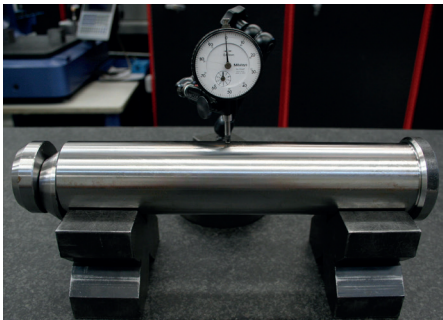

Fig.10
5.2 Effectuer au moins tous les 12 mois un contrôle de cylindricité pour vérifier eventuelles déformations permanentes (voir **Fig.10**): il est suffisant de vérifier que la broche tourner librement sur son axe à l'intérieur du support.
5.4 En cas des imprévus effondrements des cordes / chaînes de levage avec un conséquent surcharge sur les broches de manutention, soumettre ceux-ci au contrôle de cylindricité (voir **Fig.10**) pour vérifier eventuelles déformations; en cas des erreurs supérieurs à 0,3 mm remplacer les broches intéressées; remplacer les vis de fixation et vérifier la correcte fermeture selon la tableau mentionné dans la notice.
5.5 En cas de collisions accidentelles dans le zones d' élingue pendant les opérations de levage / mouvementation / renversement, soumettre ceux-ci au contrôle de cylindricité pour vérifier eventuelles déformations; en cas des erreurs supérieurs à 0,3 mm (voir **Fig.10**) remplacer les broches intéressés; soumettre les chapes de manutention au contrôle visuel pour vérifier eventuelles déformations et si nécessaire remplacer eux; remplacer les vis de fixation et vérifier la correcte fermeture selon la tableau mentionné dans la notice.